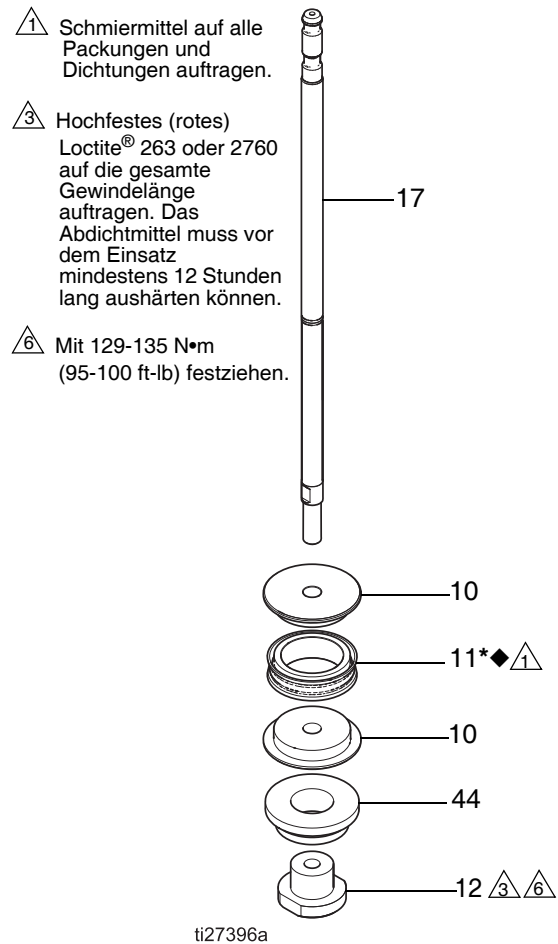
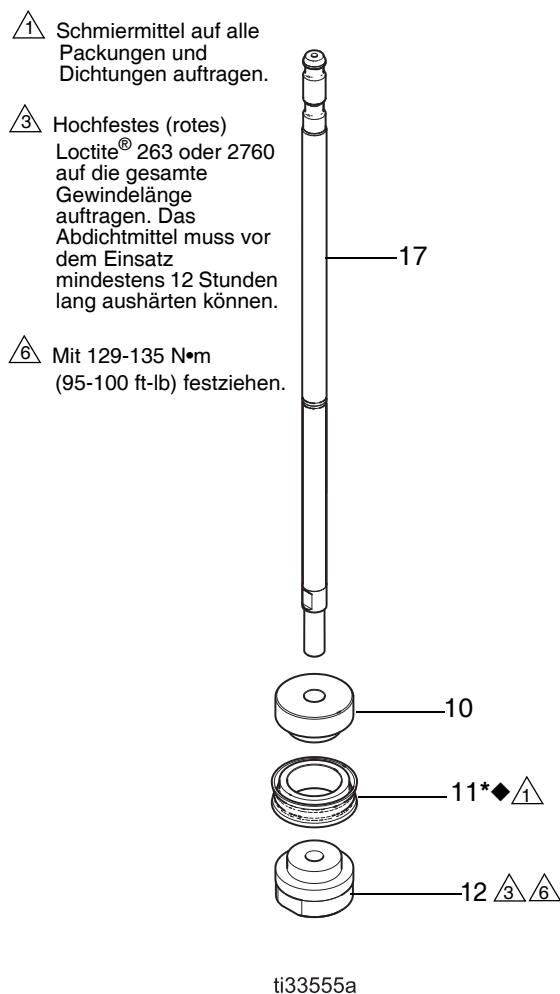

ABB. 6. Kolben (nur Modelle 1000 cm³, 1500 cm³ und 2000 cm³) ausbauen oder einbauen
ABB. 7. Kolben ausbauen oder einbauen (nur Modell 750 cm³)
Siehe ABB. 6, Seite 10 oder ABB. 7, Seite 11.
1. Nur Modelle 1000 cm³, 1500 cm³ und 2000 cm³: Die zwei Hälften des Kolbens (10) rund um die Kolbendichtung (11♦*) geben und einrasten lassen. Siehe ABB. 6.
Nur Modelle 750 cm³ und 750 cm³ HP: Kolbendichtung (11♦*) auf Kolben (10) montieren. Siehe ABB. 7 auf Seite 11.
2. Hochfestes (rotes) Loctite® 263 oder 2760 auf das Gewinde des Innendurchmessers der Kolbenmutter (12) auftragen. Stange (17) durch Kolben (10) und Distanzstück (44; wird bei den 750 cm³ Modellen nicht verwendet) in Kolbenmutter (12) schrauben. Die Kolbenmutter (12) mit 129-135 N•m (95-100 ft-lb) festziehen. Das Abdichtmittel muss vor dem Einsatz mindestens 12 Stunden lang aushärten können.